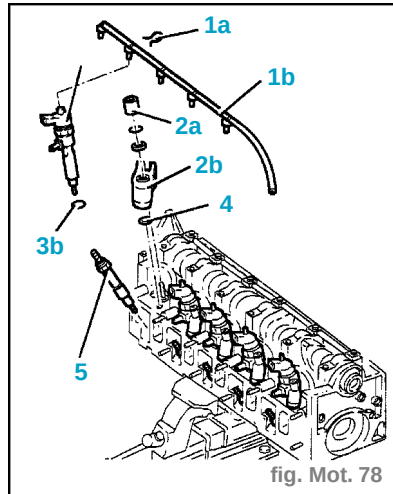
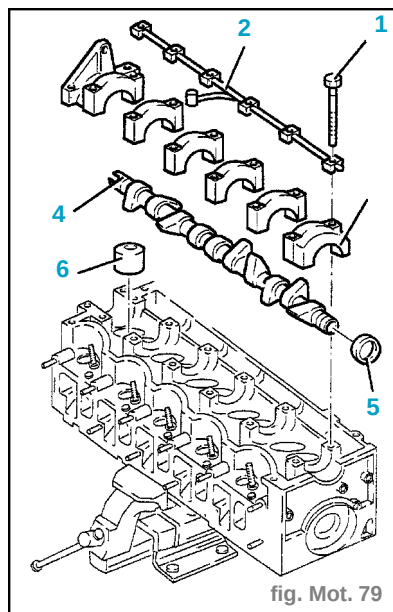

fig. Mot. 78
fig. Mot. 79
- (fig. Mot. 78)
- Déposer les pastilles (4) d'appui des étriers des électro-injecteurs.
- Déposer les bougies de préchauffage (5).
- Dévisser les vis (1) des chapeaux de l'arbre de distribution. (fig. Mot. 79)